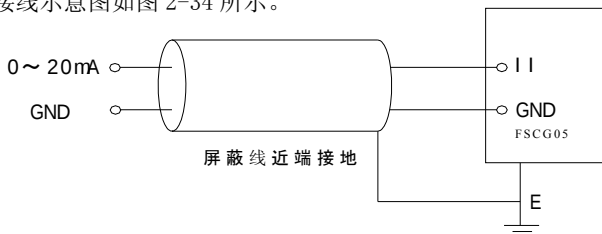

图 2-34 II 端子模拟信号输入接线示意图
2.12.3 II 端子接受模拟信号 ( $0\sim 20\text{mA}$ ) 输入, II 端子模拟信号输入接线示意图如图 2-34 所示。